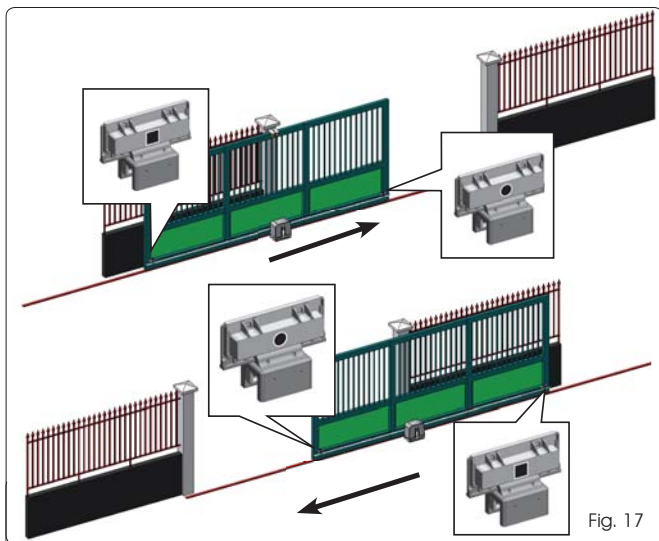

Fig. 17
2. Mettre manuellement le portail en position d'**ouverture** en laissant 40 mm de la butée mécanique de fin de course (voir Fig. 17).
(VOIR FIG. 17)